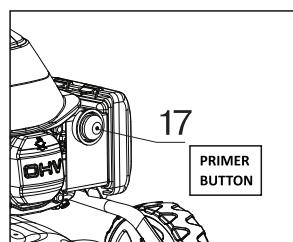

рис. 4
Для запуска двигателя в холодном состоянии, необходимо нажать кнопку праймера (17) на воздушном фильтре перед тем, как потянуть за рукоятку стартера (рис. 4).